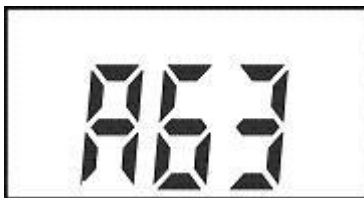

Рисунок 6.9
6.12.3 Заряд аккумуляторной батареи отключается автоматически. Время заряда составляет не более 4 часов. По окончании заряда на цифровом индикаторе отображается надпись "АБЗ", выключается подсветка и включается периодическая звуковая сигнализация (рисунок 6.9).